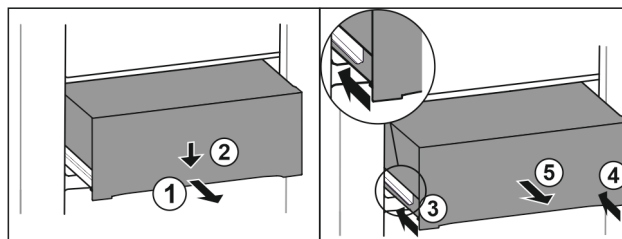

Fig. 131
- ▶ Tõmmake sahtel poolde välja. Fig. 131 (1)
- ▶ Vajutage sahtlit esiküljelt allapoole. Fig. 131 (2)
- ▶ Lükake vasakut siini 2 cm sisse. Fig. 131 (3)
- ▶ Lükake paremat siini 2 cm sisse. Fig. 131 (4)
- ▶ Võtke sahtel ettepoole välja. Fig. 131 (5)